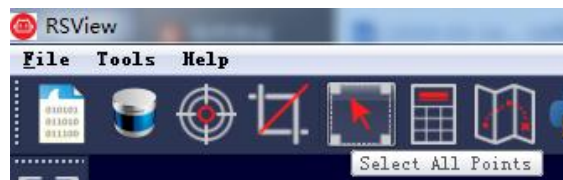

图 C-12 RSView Select All Points 工具
8. 点击 **Select All Points** 工具, 这使得您的鼠标变成一个数据点选择工具(图 C-12)。